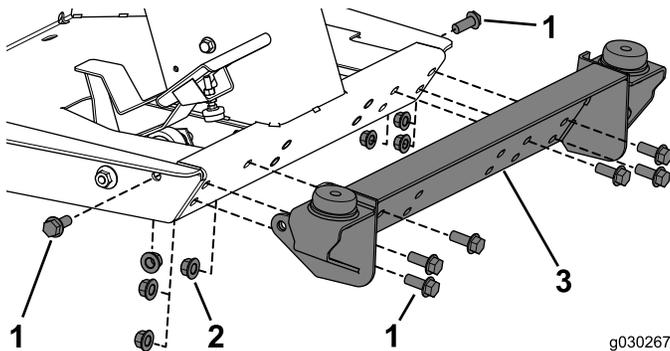

Bild 18
1. Befestigen Sie die vordere Befestigung mit acht Schrauben (1/2" x 1-1/4") und acht Sicherungsmuttern an der Maschine (Bild 18).